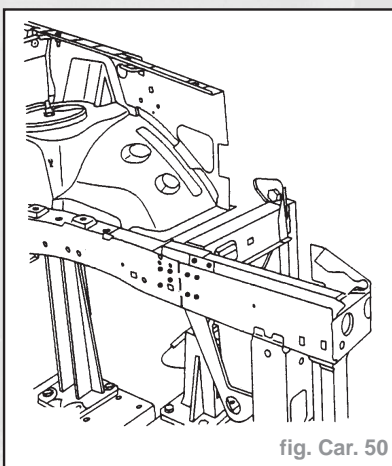

fig. Car. 50
- Présenter le longeron sur le véhicule (fig. Car. 50).